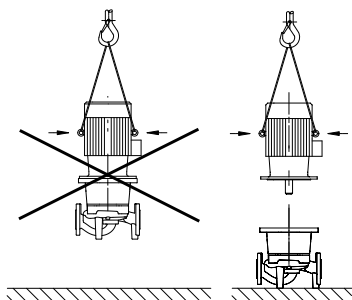

fig. 8: Lyftning av motorn
- **Transportöglorna på motorn får endast användas för att lyfta motorn, inte hela pumpen (fig. 8).**